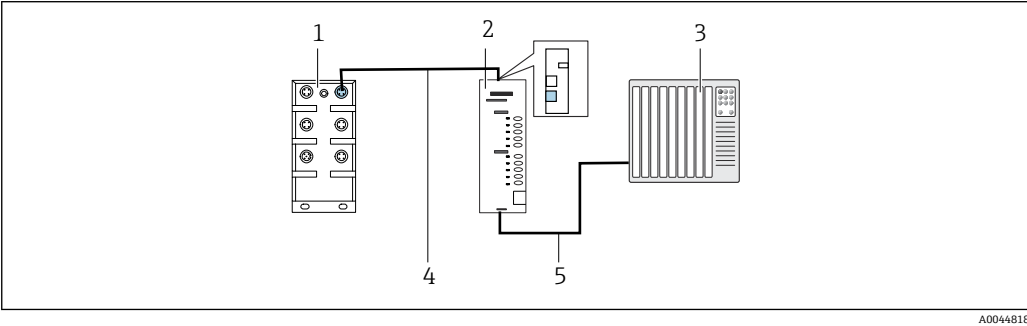

图 1 通信连接
- 1. 连接 Modbus TCP 接口与网关顶部。→ 图 1, 图 9
- 1. 连接 PROFIBUS 接口与网关底部。→ 图 1, 图 9